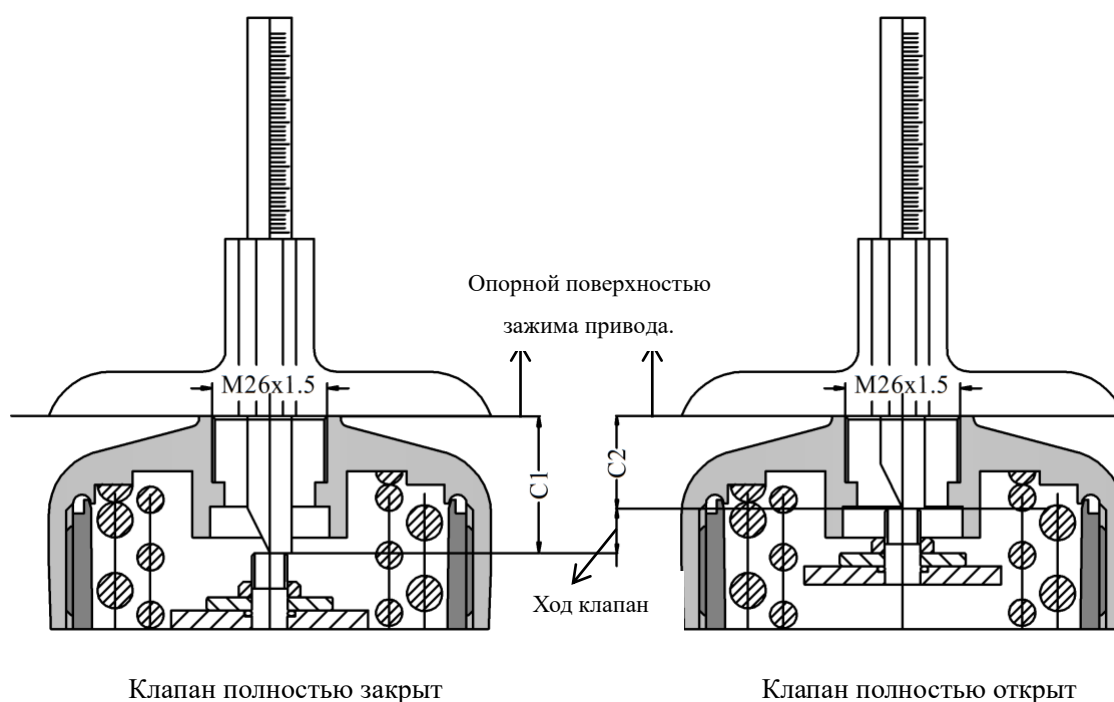

Рис. 38 Измерение значений C1 и C2
①	Датчик	1	Обратная связь положения открытия клапана
②	Монтажная пластина	1	Подсоедините позиционер к приводу
③	Кольцевой уплотнитель	2	Ф20×2
④	Зажим	2	Закрепите монтажную пластину, G ¼ резьба
⑤	Болты с шестигранной головкой M8	4	M8×16
⑥	Разъем датчика	1	Подсоединяет датчик к позиционеру
- Отдельно измерьте значение C1, когда клапан полностью закрыт, и значение C2, когда клапан полностью открыт, с помощью **линейки глубины**. Значения устанавливают расстояние между верхней точкой штока и опорной поверхностью зажима привода. Как показано на Рис. 38.